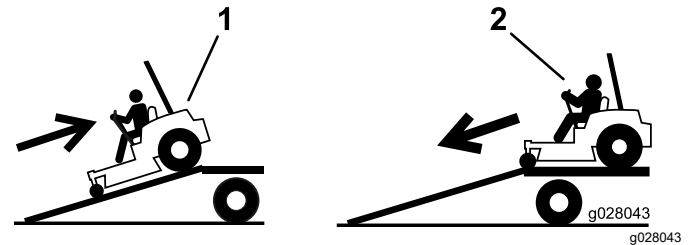

Figura 43
2. Scendete dalla rampa in marcia avanti (Figura 43).